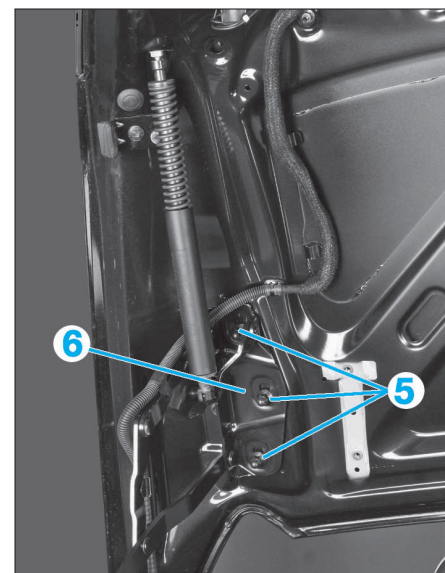

FIG. 70
- À l'aide d'un autre opérateur, déposer les vis de fixation (5) du support (6) de couvercle (Fig.70).
- Desserrer sans déposer, les vis de fixation (5) du support.
- Pivoter le support (6) dans le sens inverse horaire du côté gauche (Fig.70).
- Resserrer les vis (5)